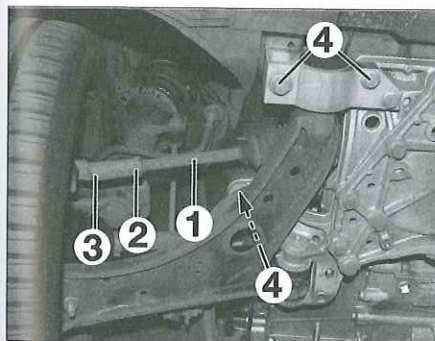

Fig. 1
- El paralelismo se ajusta por el alargamiento o el acortamiento de la longitud de las bieletas de dirección (1), girando por su huella hexagonal, después de haber aflojado la contratuercas (2) de las rótulas de dirección (3) (Fig.1).
- Desatornillar en los dos lados los tornillos (4) de fijación de la consola de la cuna en la carrocería (Fig.1) y desplazar la cuna a der. o a izq.